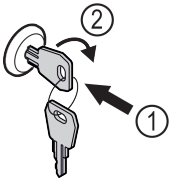

Fig. 143
- ▶ Вдавити ключ Fig. 143 (1).
- ▶ Повернути ключ на 90° за годинниковою стрілкою Fig. 143 (2).